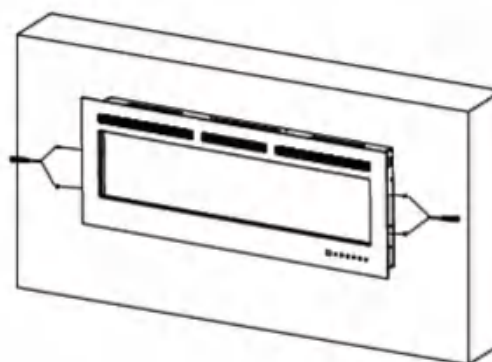

Abbildung 7
- J. Bringen Sie das Frontglas mit den in Schritt C entfernten Schrauben wieder an. Stellen Sie sicher, dass das Glas vollständig befestigt und stabil ist, bevor Sie fortfahren. [Abbildung 7]